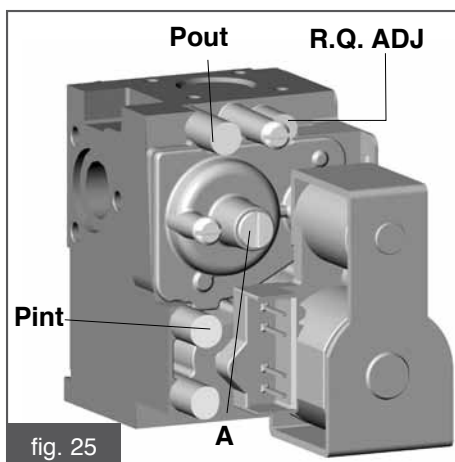
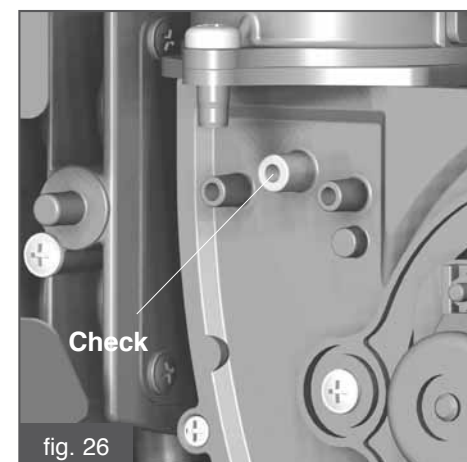

fig. 25
fig. 26
- Con apparecchio funzionante a potenza minima, collegare il positivo del manometro alla presa di pressione **Pint** della valvola (fig. 25) ed il negativo alla presa di pressione **Check** sulla coclea del ventilatore (fig. 26), dopo aver svitato i tappi di chiusura. Verificare il valore della pressione tra i due punti.
- Se necessario, effettuare la regolazione dell'off-set agendo sulla vite **A** (fig. 25) dopo aver svitato la vite di chiusura.
Se necessario, regolare la CO₂ agendo sulla vite **A** con apparecchio al minimo e sulla vite **R.Q. ADJ** con apparecchio al massimo (fig. 25).